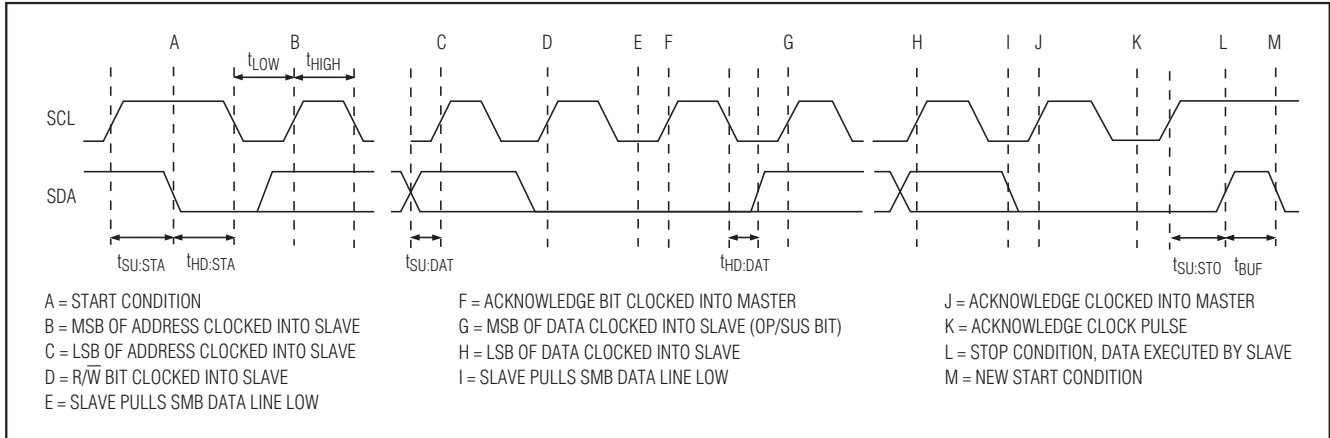

図5. I²Cコンパチブルシリアルインタフェースタイミング図
シリアルインタフェースは、シリアルデータライン(SDA)とシリアルクロックライン(SCL)から構成されています。標準的なI²Cコンパチブルの書き込みバイトコマンドが使用されます。図5は、I²Cプロトコルのタイミング図を示しています。MAX1586/MAX1587はスレーブ専用デバイスで、マスタに依存して、クロック信号を生成します。マスタ(通常、マイクロプロセッサ)はバス上でデータ転送を開始し、SCLを生成して、データ転送を実行します。マスタデバイスは、8ビットデータコード(表2)に先行して該当アドレスを転送し、MAX1586/MAX1587と通信します。各データ転送シーケンスは、START (A)条件とSTOP (L)条件で構成されます。バス上に送信される各ワードは8ビット長で、常に確認応答クロックパルスが後に続きます。
シリアルインタフェースが非アクティブのときは、SDAとSCLはハイでアイドル状態です。START条件を発行することによって、マスタデバイスは通信を開始します。START条件では、SCLがハイで、SDAがハイからローへ遷移します。STOP条件では、SCLがハイで、SDAがローからハイへ遷移します(図5)。マスタからのSTART条件は、MAX1586/MAX1587に転送の開始を